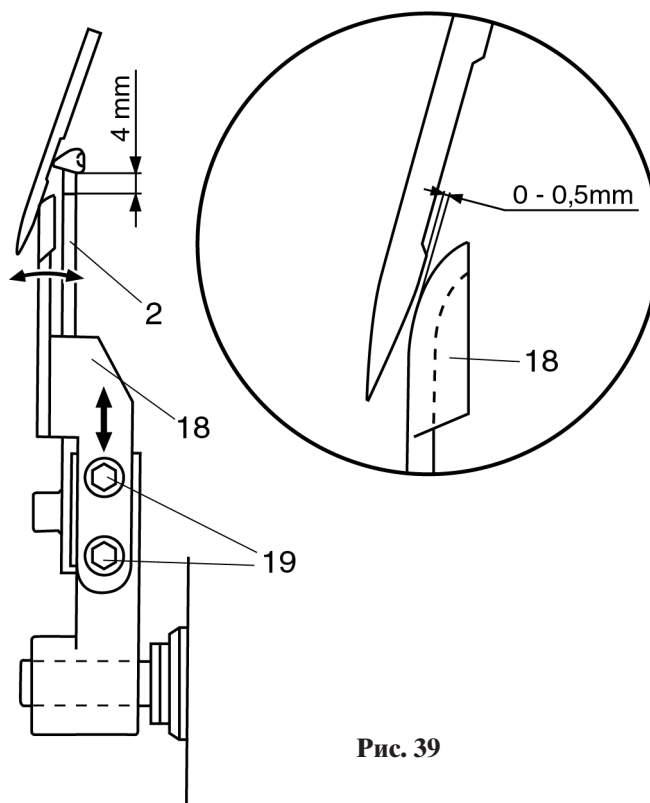

Рис. 39
В тот момент, когда носик левого оверлочного петлителя 2 при движении вправо установится точно на осевой линии иглы "R1" или соответственно "R2", зазор между иглами и игольным предохранителем должен составлять 0 - 0,05 мм (рис. 39).
- Сместите игольный предохранитель 18, чтобы расстояние между игольным предохранителем и иглой соответствовало рис. 39.